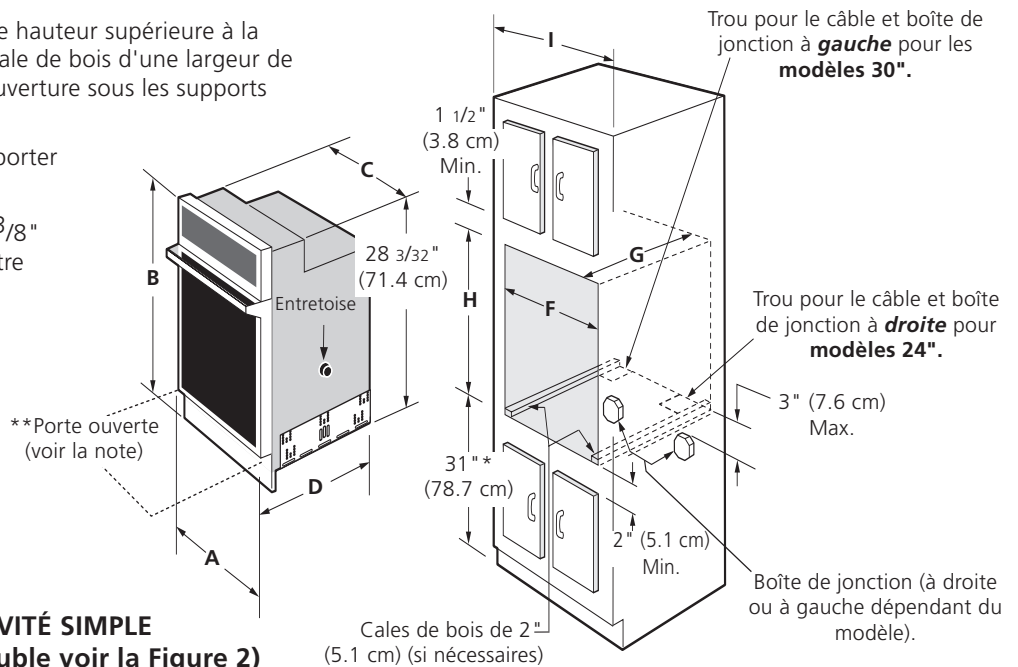

Figure 1
(Pour les fours à cavité simple voir la Figure 1)
Reportez-vous aux figures 1 et 2 pour établir quelles sont les dimensions applicables à votre modèle, ainsi que l'espace nécessaire pour recevoir l'appareil. La surface qui supporte l'appareil doit être en contre-plaqué solide ou tout autre matériau du même type. Il faut vous assurer que la surface est de niveau d'un côté à l'autre et de l'avant à l'arrière.
2. Il faut brancher l'appareil au panneau de distribution en utilisant des câbles flexibles à gaine métallique ou non métallique. On doit brancher directement à la boîte de jonction le câble gainé flexible de l'appareil. Il faut disposer la boîte de jonction tel qu'illustré à la Figure 1 ou 2 en laissant autant de lâche que possible dans le câble entre la boîte et l'appareil, pour en faciliter le déplacement si l'entretien s'avère nécessaire.
Lorsque requis, ce four peut être ajusté en hauteur avec une entretoise en bois d'une largeur de 2" (5 cm) pour en permettre l'installation dans le découpage existant d'une armoire, si la hauteur du découpage excède la dimension **H Min.** (voir la figure 1 ou 2).